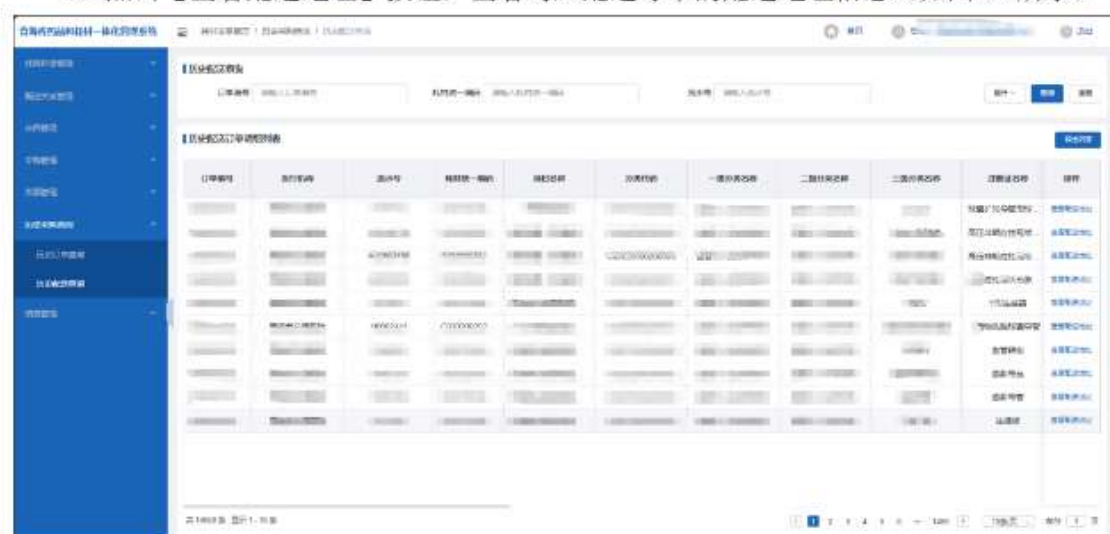

图 1
1. 点击【历史配送查询】按钮，进入历史配送订单明细列表（如图 1 所示）。